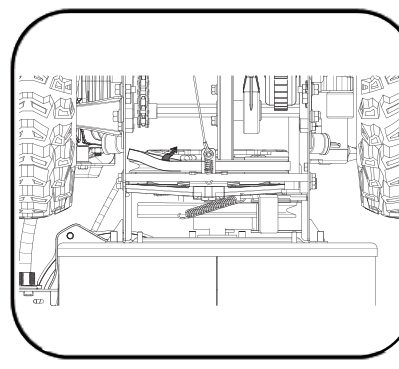

Рисунок 23
4. Приводной ремень стянуть со шкива между фрикционным колесом и фрикционным диском (см. Рисунок 23).